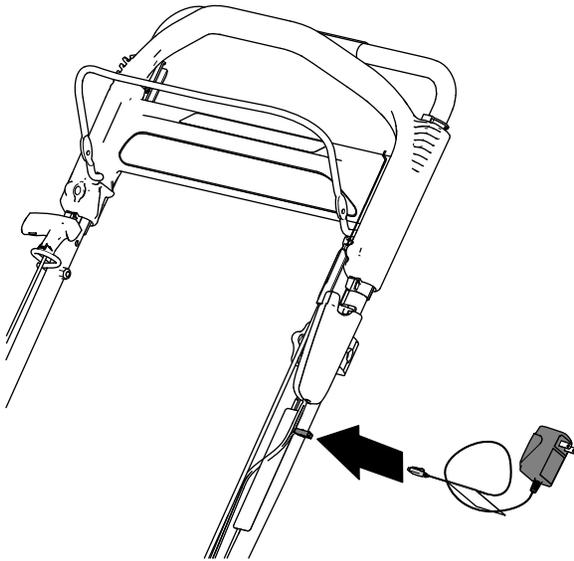

Рисунок 29
1. Подсоедините зарядное устройство к жгуту проводов, расположенному под кнопкой электрического запуска (**Рисунок 29**).